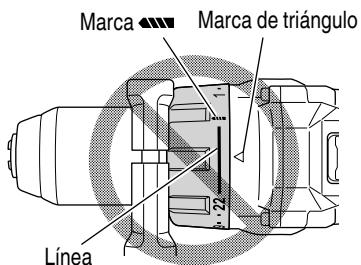

Fig. 16
- Evite usar la unidad con el número del dial del embrague entre "22" y la línea provista en el medio de la marca del taladro "■■■". Si lo hiciera, se podrían producir daños (Ver Fig. 16).